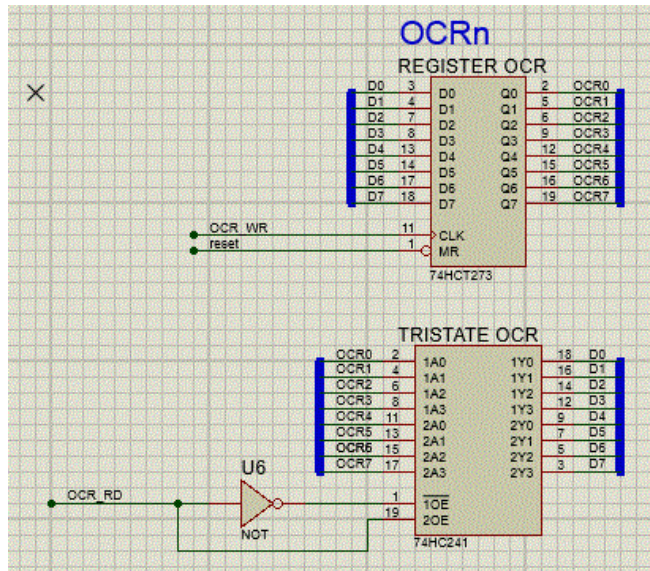

Figura 2. Circuito para el registro OCRn
- El segundo circuito (figura 2) hace referencia a las siglas OCRn, este es el registro de datos usado para almacenar un valor de comparación. El valor almacenado en este registro es comparado con el valor actual del temporizador para generar interrupciones o modificar el ancho de pulso de una señal PWM.